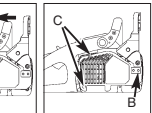

Fig. 3C
2. Entfernen Sie die 2 Schienenbefestigungsmuttern (B). Lösen Sie die 2 Schrauben hinten an der Kupplungsabdeckung (C). Nehmen Sie die Abdeckung ab (Abb. 3c).